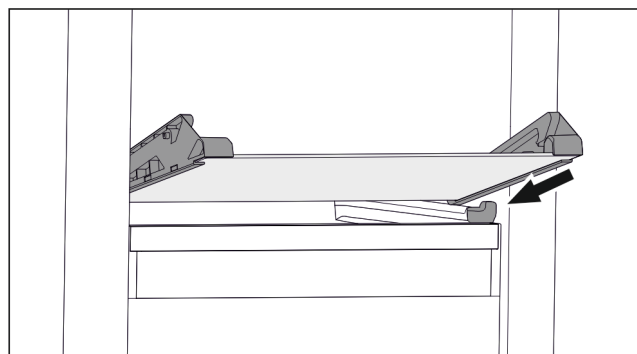

Fig. 73 Glasplatte des abklippbaren Schubfachs
- Glasplatte schräg hinter den Stopperrn aufsetzen. (zie Fig. 73)